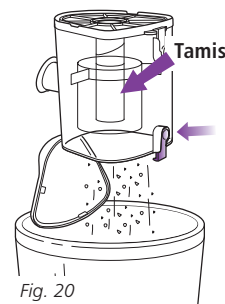

Fig. 20
- 3 Si nécessaire, mettre le récipient à poussière à l'envers au-dessus de la poubelle et presser le bouton de dégainement de la porte supérieure. (Fig. 20) Tapez doucement pour le vider.